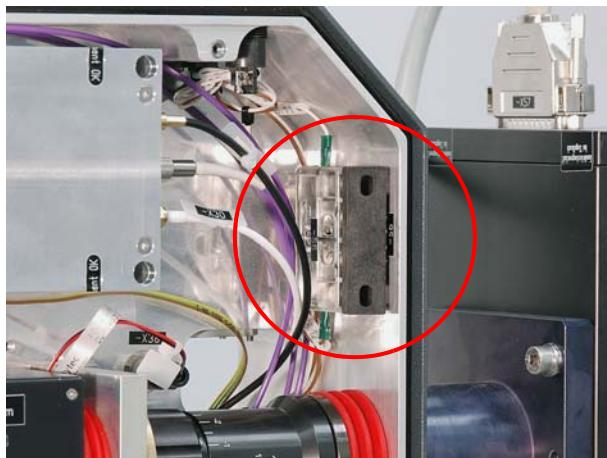

Abbildung 7.149 Interlockschalter überbrückt
1. Interlockschalter (Abbildung 7.149) brücken.